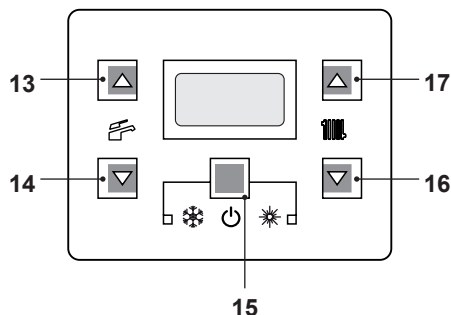
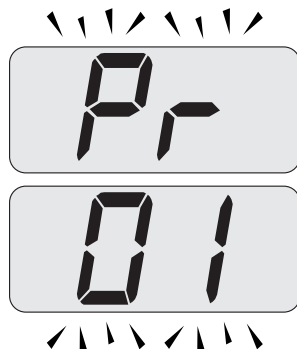
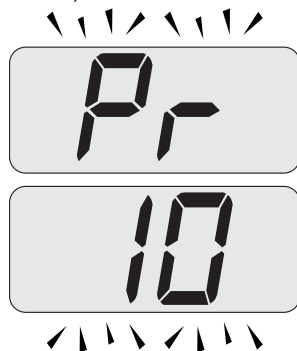

Figura 5.46
Figura 5.47
Figura 5.48
- Entrare in "modalità programmazione" premendo contemporaneamente per 10 secondi i tasti 15 - 16 - 17 (Figura 5.46) fino a far apparire sul display LCD le lettere **Pr** che si alternano con il codice **01**, indicanti l'entrata nel "parametro 01" (Figura 5.47).
- Scorrere i vari parametri utilizzando i tasti 16 o 17 fino a far apparire sul display LCD le lettere **Pr** che si alternano con il codice **10**, indicanti l'entrata nel "parametro 13" (Figura 5.48).
- Premere contemporaneamente i tasti 15 e 17 (Figura 5.46) fino a far apparire sul display LCD il valore del parametro 10 (30=180 secondi) (Figura 5.49).
- Premendo il tasto 15 (Figura 5.46) si ottiene la conferma del valore inserito.
- Premendo contemporaneamente i tasti 15 e 16 (Figura 5.46) si esce senza modificare il valore (ritorno alla lista parametri Figura 5.48)
- Premendo contemporaneamente per 10 secondi i tasti 15 - 16 - 17 (Figura 5.46) si esce dalla "modalità programmazione".